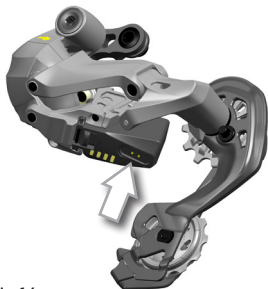

Fig.14
Se non riuscite a scendere sui pignoni più piccoli impugnate con la mano sinistra il corpo superiore del cambio e tirate verso di voi il corpo inferiore del cambio, ove presente la batteria (Fig.14).
- Se volete spostare il cambio su pignoni più piccoli: impugnate il corpo superiore del cambio e tirate verso di voi la parte inferiore del cambio, ove presente la batteria (Fig.14).